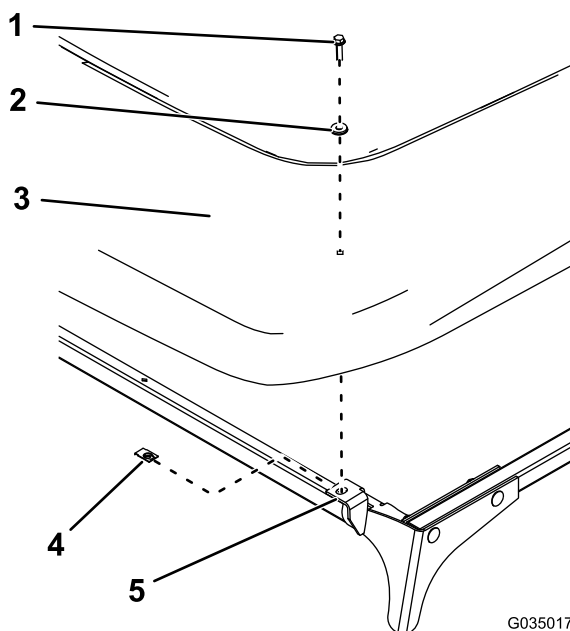

Figura 15
16. Instale o toldo nas placas dianteiras utilizando dois cliques, duas anilhas vedantes e dois parafusos flangeados hexagonais ($\frac{1}{4}$ " x 1"), como se mostra na Figura 15.